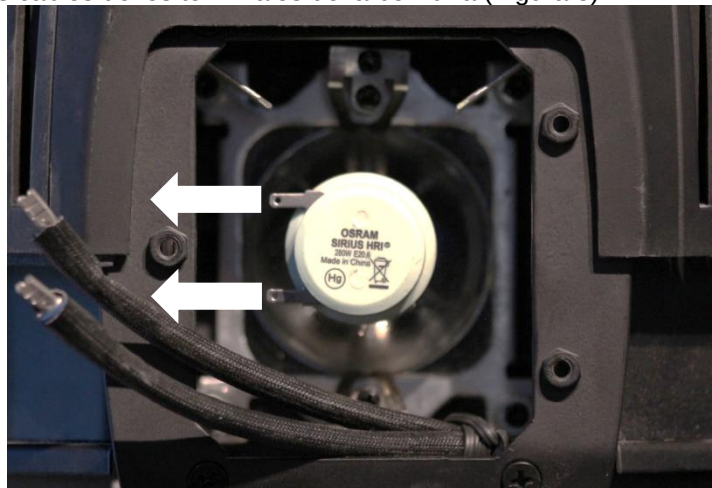

Figura 3 - Cables quitados
- Retire con cuidado los cables de los terminales de la bombilla (Figura 3)